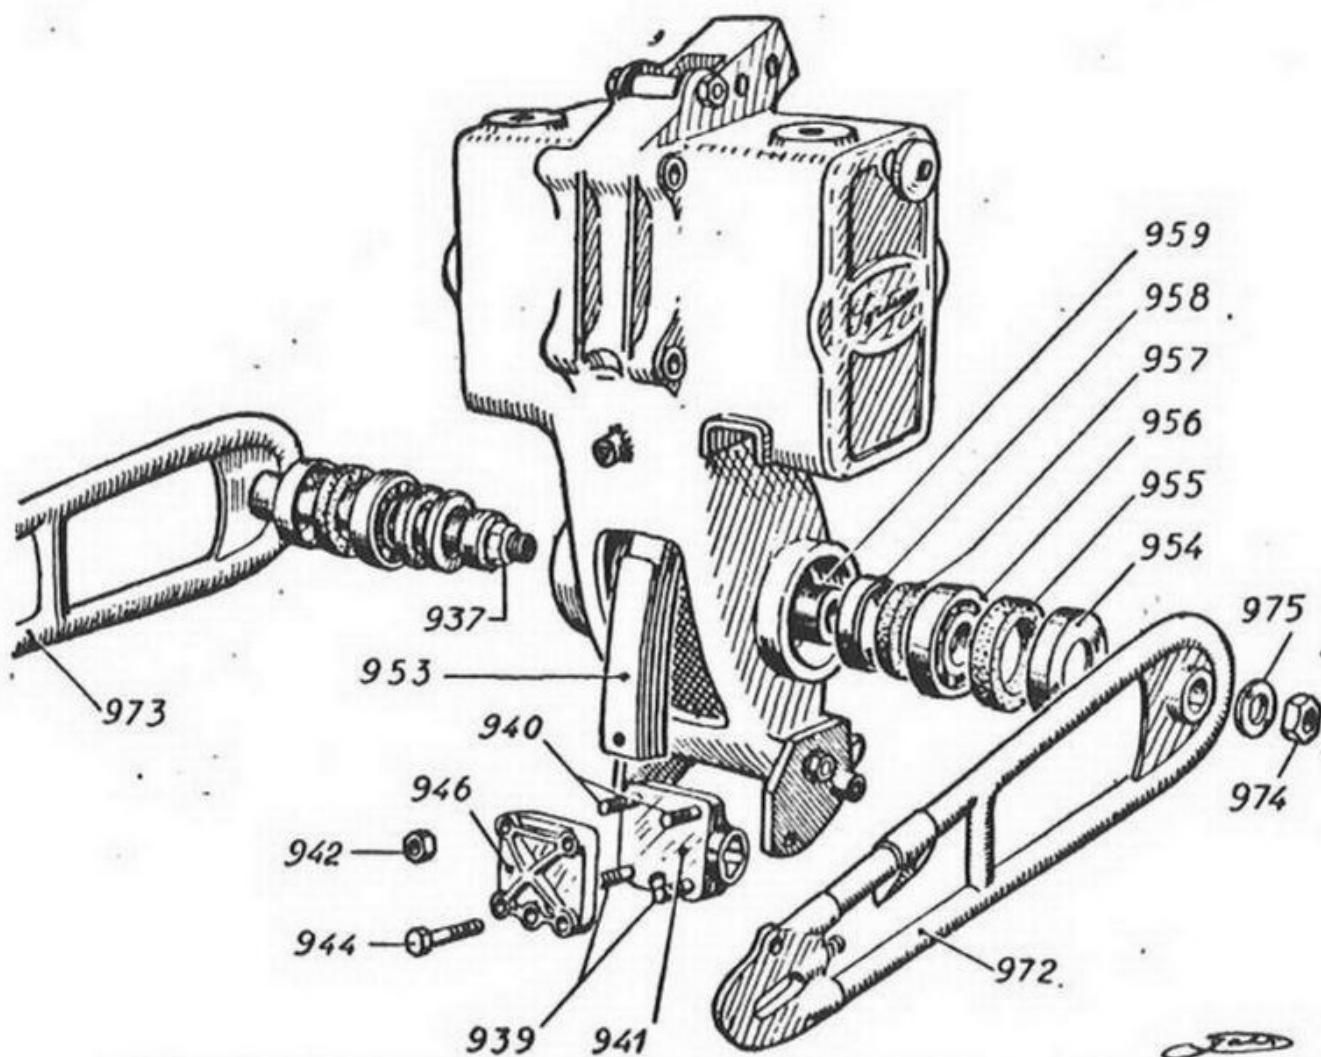

Fig. 24 - Smontaggio della sospensione elastica posteriore
23) - Smontaggio della sospensione elastica posteriore (fig. 24).